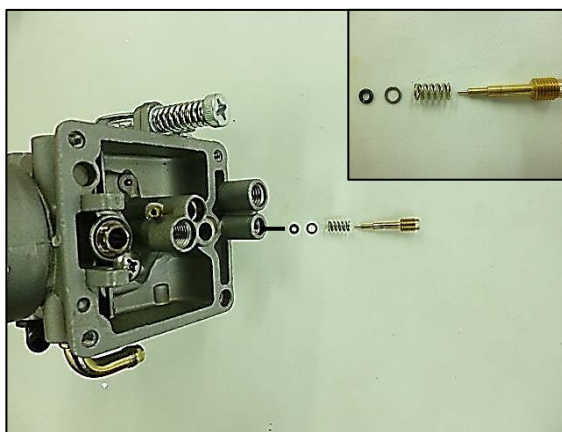

Fig.20
- Verifique el perfecto estado del tornillo de regulación de mezcla, Resorte del tornillo de regulación de mezcla la Arandela y el O-ring. Fig.20